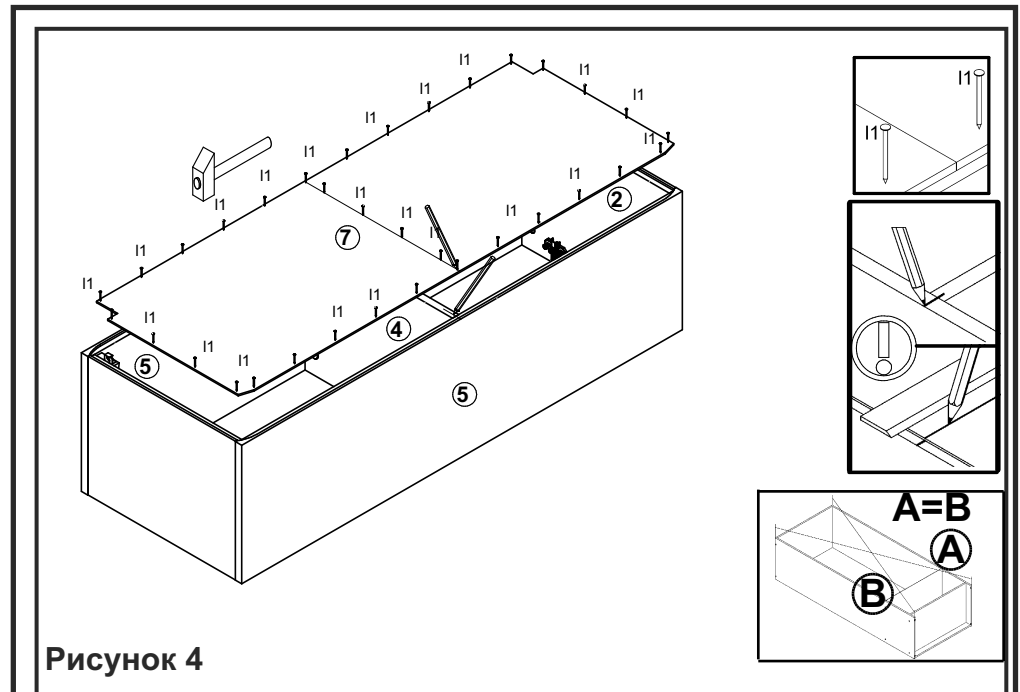

Рисунок 4
9. Положить корпус шкафа фасадными кромками вниз на ровную поверхность и выровнять его, измеряя рулеткой расстояние между противоположными углами по диагонали. Расстояния должны быть равными (см. рис. 4).
10. Закрепить стенку заднюю 7 на корпусе шкафа гвоздями l1 с шагом 80-120 мм (см. рис. 4).